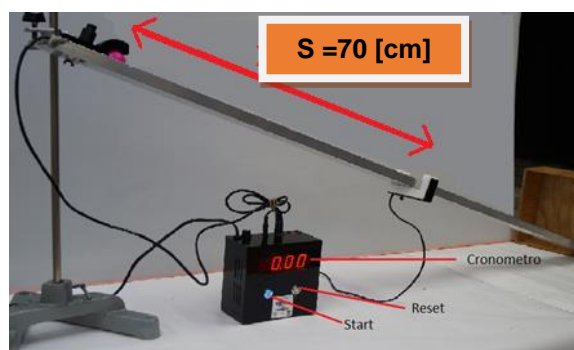

Figura 4.4. Distancia de “x” del actuador al sensor.
- a) En el extremo superior de la canaleta coloque el actuador, sujete con sus dos tornillos (figura 4.4).